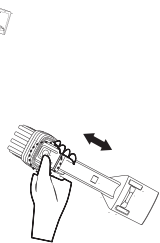

Рис. 2
- Щелевая насадка (23) предназначена для чистки радиаторов, щелей и т.п. и для сбора пыли с поверхности мебели, наличие ворса на щётке препятствует повреждению полированной поверхности мебели. Во время уборки установите щётку в необходимое положение (рис. 2).